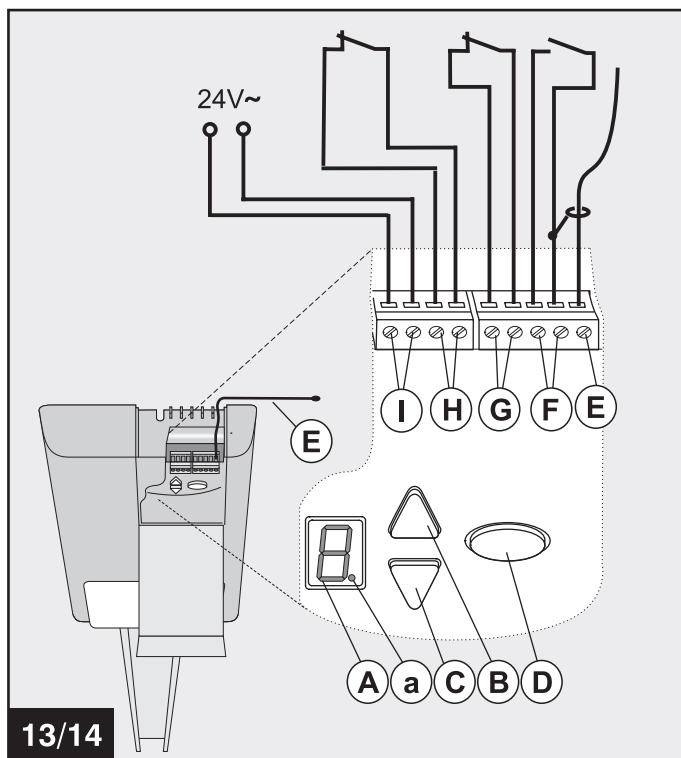

Fig. 13 - Orientation de l'antenne / plan des connexions
Si la protection des personnes doit être augmentée, nous recommandons l'installation d'un barrage photoélectrique en plus de la limitation interne de force du moteur (voir plan des connexions, fig. 13, I et H). Vous trouverez de plus amples informations sur cet accessoire dans notre documentation. Demandez à votre revendeur spécialisé.
- S'assurer que l'antenne est bien positionnée (voir fig. 13).